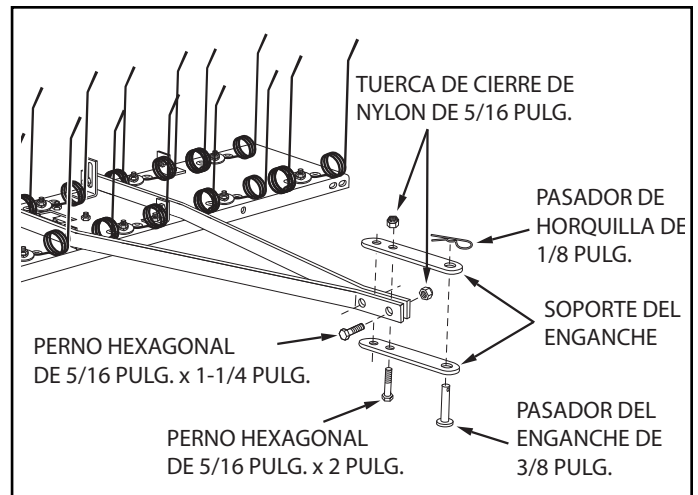

FIGURA 3
5. Instale los extremos frontales de los brazos de montaje del enganche juntos con dos pernos hexagonales de 5/16 pulg. x 1-1/4 pulg. (C) y dos tuercas de cierre de nylon de 5/16 pulg. (H). **No apriete todavía.** Vea la figura 3.
6. Acople los soportes del enganche a la parte superior e inferior de los brazos de montaje del enganche con dos pernos hexagonales de 5/16 pulg. x 2-1/4 pulg. (B) y dos tuercas de cierre de nylon de 5/16 pulg. (I). **No apriete todavía.** Vea la figura 3.
7. Instale el pasador del enganche (F) de 3/8 pulg. a través de los soportes del enganche y asegúrelo con un pasador de horquilla de 1/8 pulg. (G). Vea la figura 3.
8. **Apriete** los pernos y tuercas instalados en la figura 3.